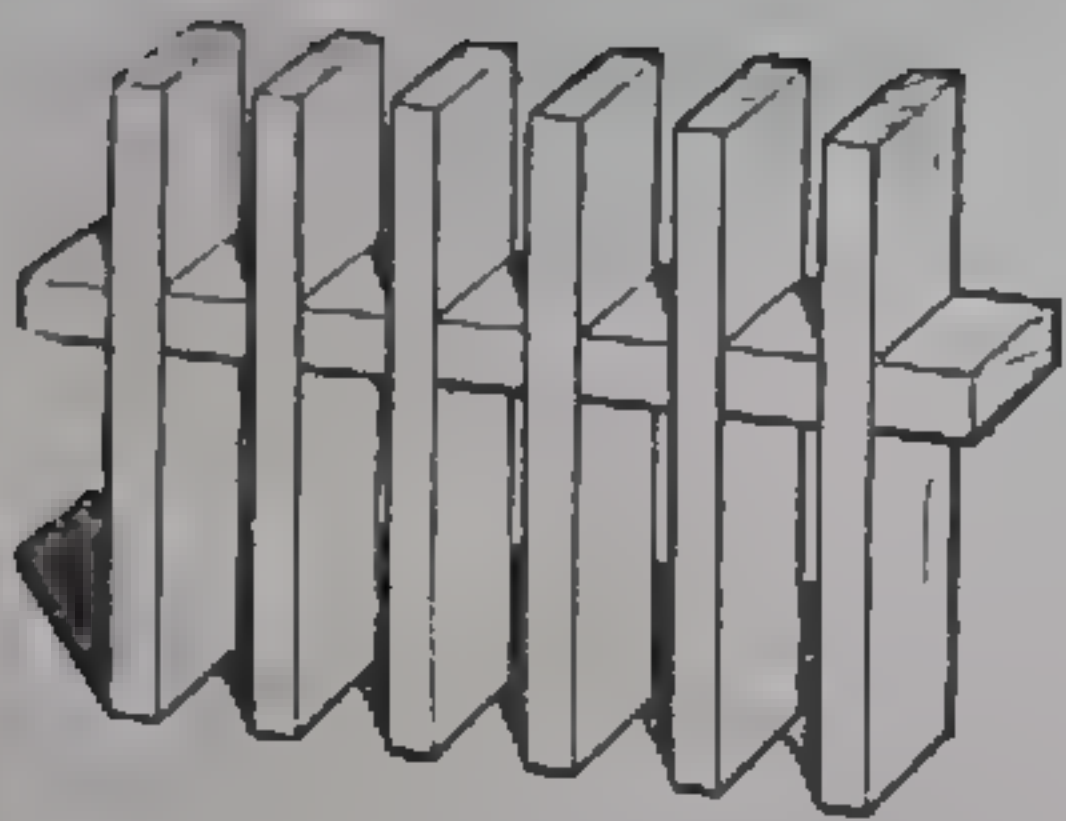

Рис. 79. Сборка деталей, находящихся внутри полки.
9. Собрать детали, находящиеся внутри полки (рис. 79), на клею.